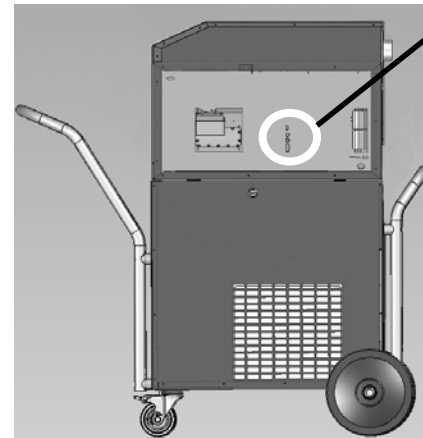

Abbildung 6
- Stecken Sie den USB-Stick in den USB-Port. **Abbildung 6**